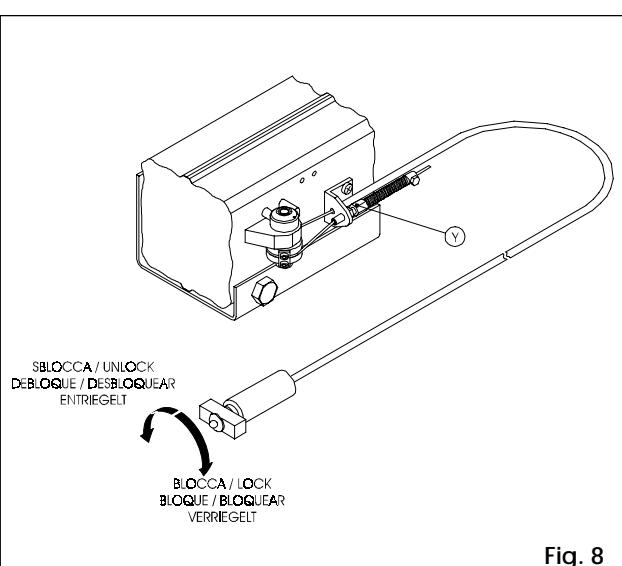

Fig. 8
- 10) Infine, **regolare** la buona funzionalità dello sblocco tramite il registro **Y**, come in Fig.8.
- 10) Finally **adjust** the release device so that it is perfectly functional using adjuster screw **Y** as shown in Fig.8.
- 10) Enfin, régler le déclenchement du déverrouillage au moyen des vis d'ajustement **Y**, comme indiqué en Fig.8.
- 10) Finalmente, regular el funcionamiento del dispositivo mediante los registros **Y**, como ilustra la Fig. 8.
- 10) Mit den Register **Y** schließlich gem. Abb. 8 den Betrieb der Notentriegelung **einstellen**.